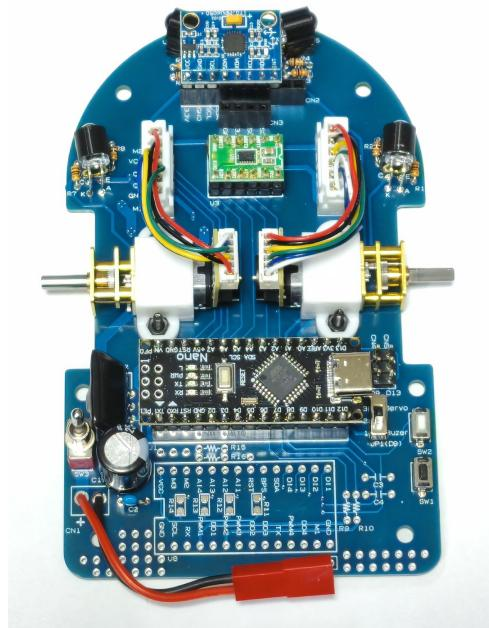

図6-4
4. 「1. 2. 3.」ではんだ付けした各ボードを、基板へ図6-4を参考に取り付ける。